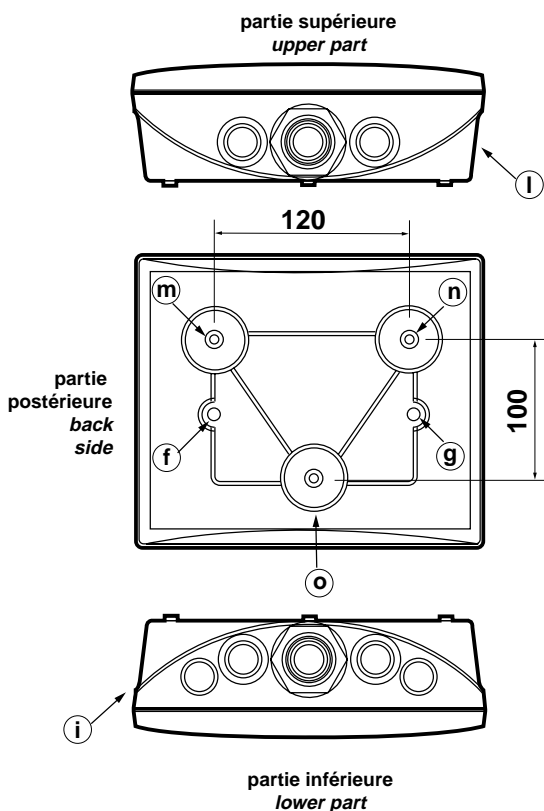

Fig. 1.3.1
5. Pratiquer dans la partie arrière deux trous (Fig. 1.3.1 dans la partie percée à l'avance **f**, **g**).
Avec référence à la Fig. 1.3.1: